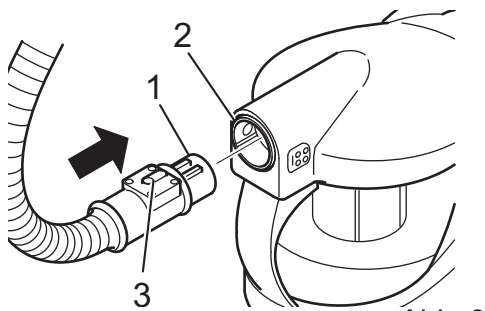

Abb. 2
1. Stecken Sie das Ende des Saugschlauchs (Abb. 2/1) in den Anschluss (Abb. 2/2) des Bodenstaubsaugers, bis die Verriegelung hörbar einrastet. Achten Sie darauf, dass die Entriegelungstaste (Abb. 2/3) nach oben zeigt.